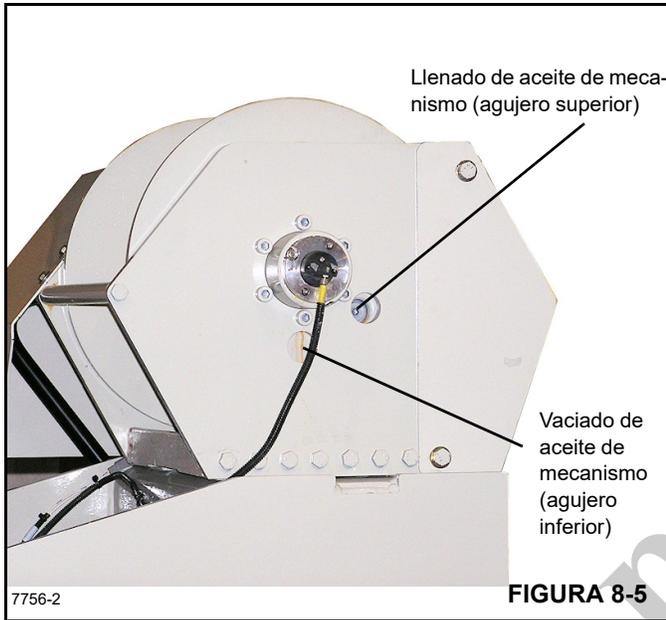

FIGURA 8-5
- Gire el tambor hasta que el tapón de llenado/nivel de aceite (Figura 8-5) sea visible en el agujero de inspección.
- Para vaciar y añadir aceite nuevo, retire el tapón de ventilación (Figura 8-5) y luego enrosque un tubo de 1 pulg en el agujero del tapón de vaciado. Retire el tapón de vaciado con una llave con casquillo de cabeza hexagonal y vacíe el aceite hidráulico. Retire el tubo de vaciado de 1 pulg e instale el tapón de vaciado.
- Para llenar con aceite, gire el tambor de manera que la lumbrera de llenado/nivel (Figura 8-5) sea visible a través del agujero superior. Instale un tubo de 1 pulg con codo en el agujero de llenado como ayuda para el llenado de aceite. Retire el tapón de llenado/nivel con una llave de casquillo hexagonal y llene el mecanismo con aceite para engranajes. Vea "Lubricación" en la página 8-4.